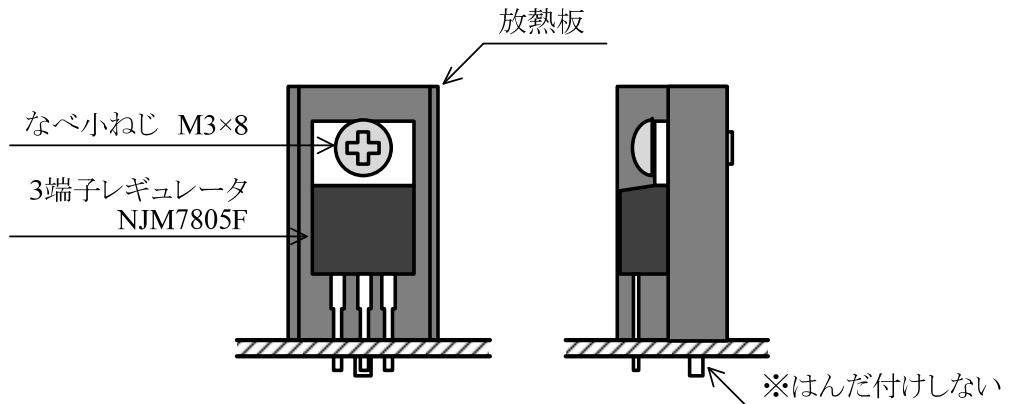

図 4.3 3 端子レギュレータと放熱板の取付け状態
(3) 3 端子レギュレータの取付け
- イ) 5V 出力 3 端子レギュレータ IC101 は、図 4.3 のように放熱板 H101 にねじ止めする。放熱板は基板から浮かないように取付け、放熱板のピンは、はんだ付けをしない。